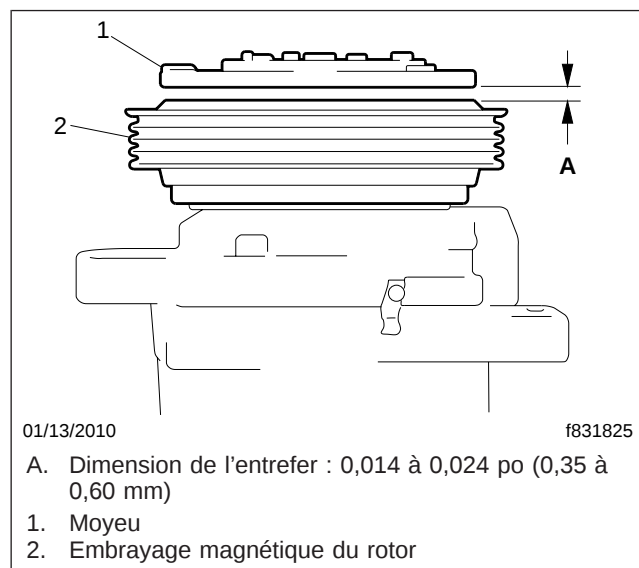

Fig. 1, Entrefer entre le moyeu et le rotor
3. Une fois le courroie retirée, vérifiez si le rotor (poulie) tourne librement. Il ne devrait pas présenter de jeu ou entrer en contact avec le moyeu lorsqu'il tourne. L'entrefer moyen entre le moyeu et le rotor devrait être entre 0,014 et 0,024 po (0,35 et 0,6 po). Vérifiez l'entrefer à plusieurs emplacements et faites une moyenne avec les résultats. Voir la figure 1.